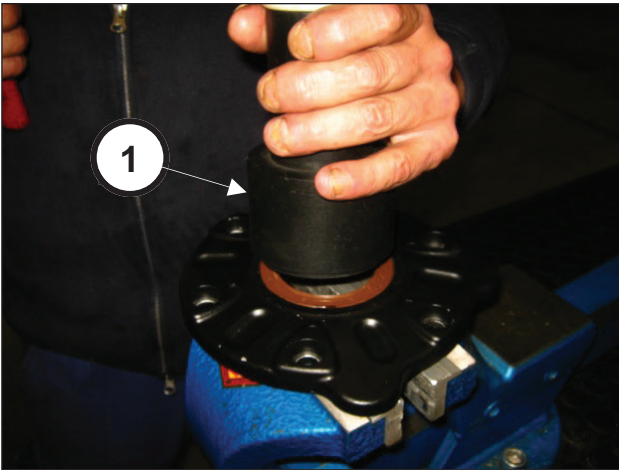

Abb. 77
Setzen Sie den Ölabstreifring in den Ritzeldeckel ein. Verwenden Sie hierfür das Werkzeug Art. 27548200 (Pos. ①, Abb. 77).